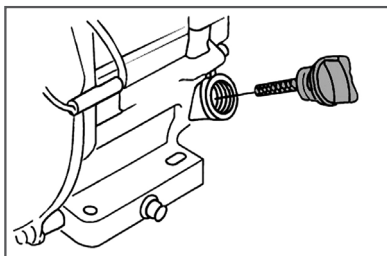

Рис. 3 Проверка уровня масла
2. Выкрутите крышку-щуп маслосазливной горловины и извлеките щуп (Рис. 3).
2. Открутите крышку-щуп маслосазливной горловины и извлеките щуп (Рис. 3).